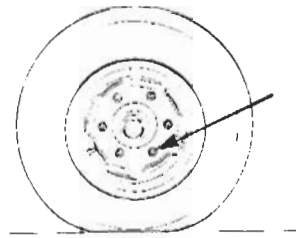

fig. 2
- 4) controllare il serraggio dei bulloni delle ruote e ripetere il controllo periodicamente (fig.2);
- 4) check the wheel nuts are tight (fig. 2). Carry out this inspection periodically.